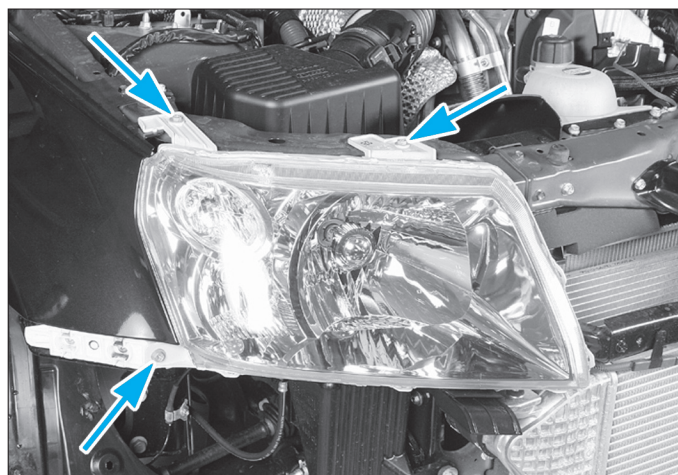

FIG. 7
- Déposer les trois vis du projecteur avant (Fig.7).